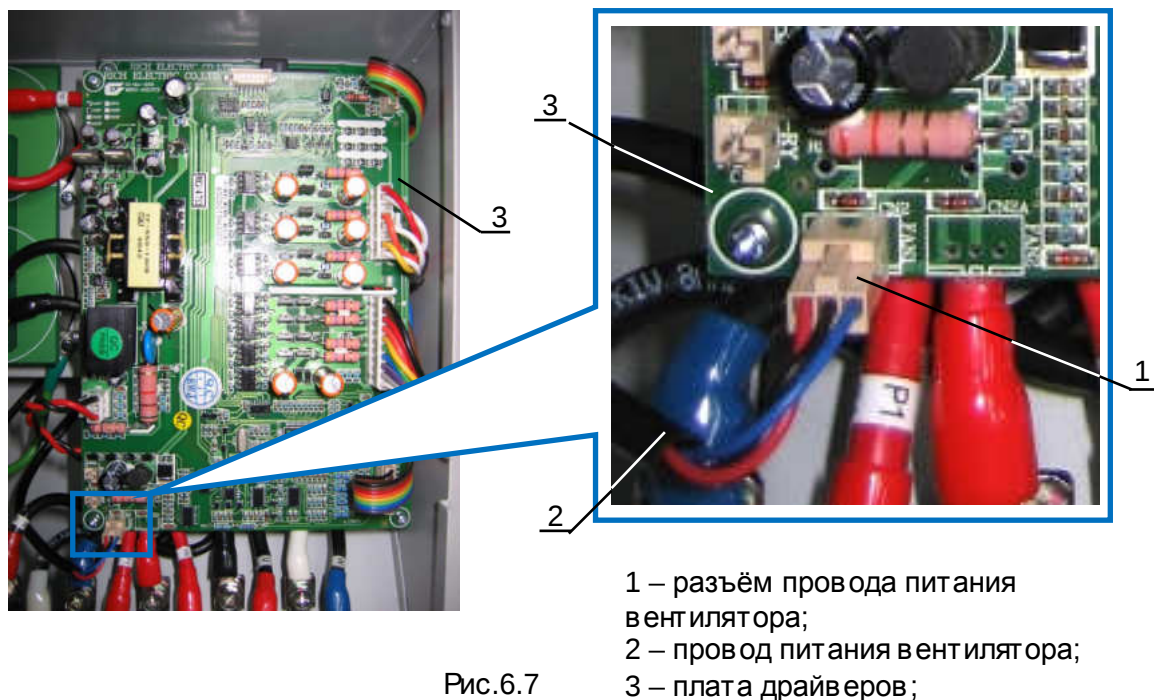

Рис.6.7
- 6.5.1. Отсоединить разъём (1) провода питания вентилятора (2) от разъёма CN2 FAN1 на плате драйверов (3) (рис.6.7). Освободить провод питания вентилятора от монтажных элементов крепления (стяжки).